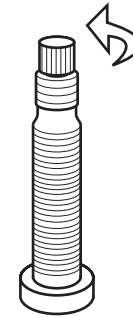

Figura 45. Gire a válvula no sentido anti-horário.
1. Gire a válvula no sentido anti-horário. Faça uma torção firme para travar na posição totalmente aberta, para evitar que ela vibre para a posição fechada durante o pedalar (Figura 45).